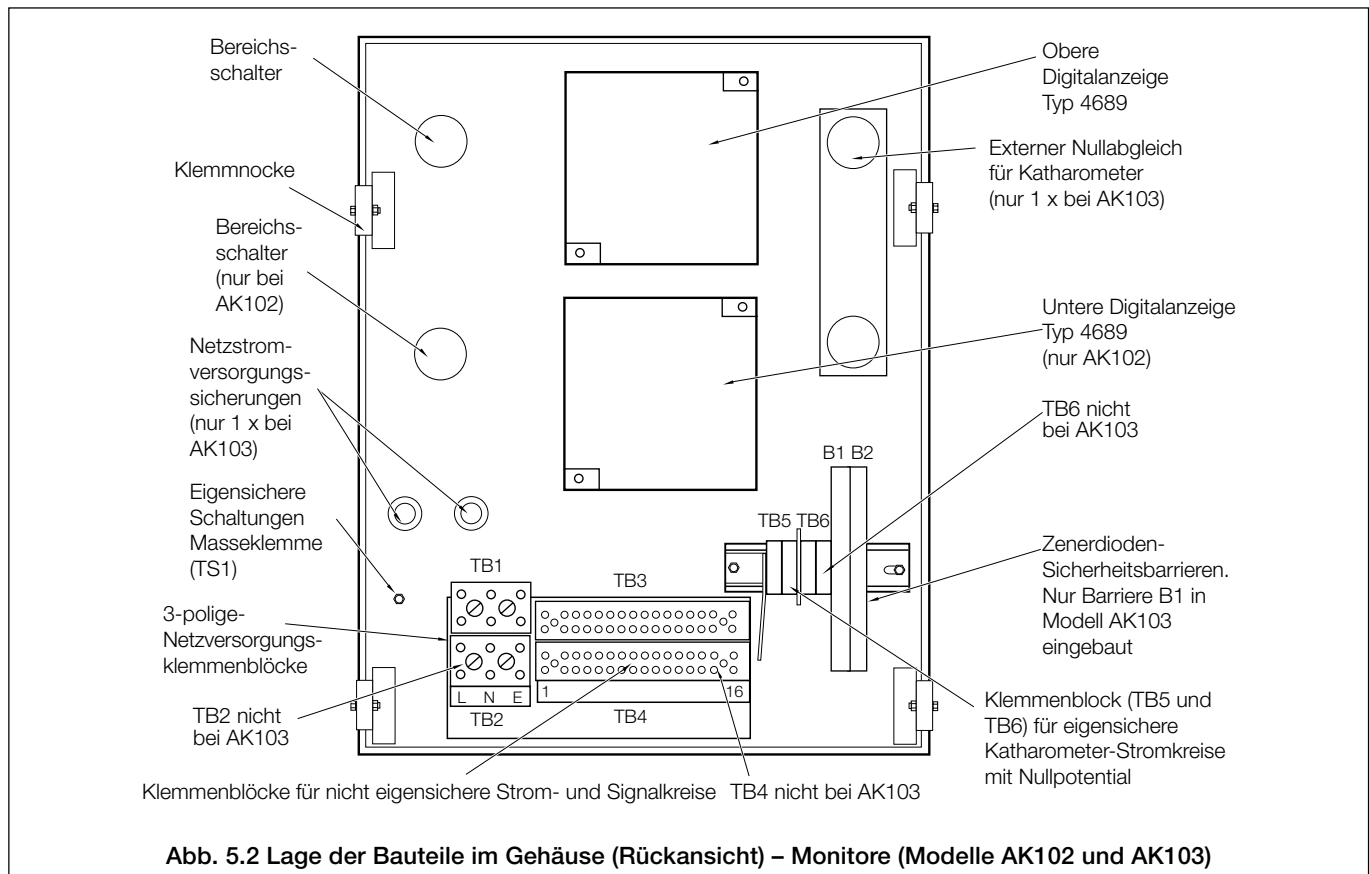

Abb. 5.2 Lage der Bauteile im Gehäuse (Rückansicht) – Monitore (Modelle AK102 und AK103)
5.1.1 Monitor (Modell 6553) – Abb. 5.2
Die Kabel sind durch die Unterseite der Einheit zu führen und an den unmittelbar darüber liegenden Klemmenblöcken anzuschließen – siehe Abb. 5.2.
Erd- und **Sicherheitserdverbindung** am Stutzen (TS1) vornehmen – siehe Abb. 5.2.